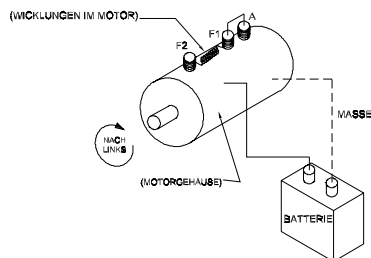

ABBILDUNG 1
2. Ein Kabel (mindestens Stärke 6) zwischen dem Pluspol (+) der Batterie und der Motorklemme F-2 anschließen. Das Minuspolkabel (-) mit Masse am Motorgehäuse verbinden (siehe Abbildung 1). Der Motor sollte nun laufen.